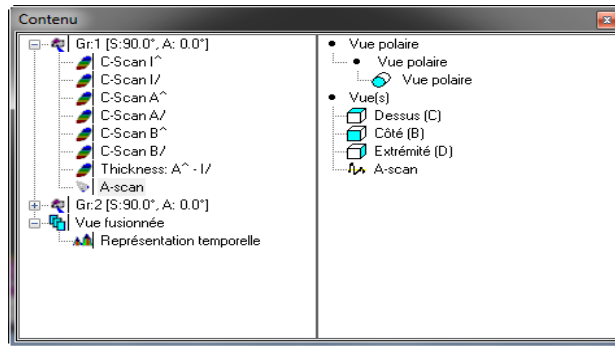

Figure 4-37 Exemple d'une boîte de dialogue Contenu
2. Cliquez sur **Vue > Contenu** dans le menu ou cliquez sur  dans la barre d’outils **Vue** pour ouvrir la boîte de dialogue flottante **Contenu** (voir la Figure 4-37 à la page 276).